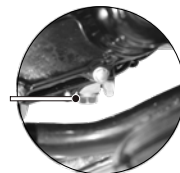

Imagen 18. Tornillo de drenado.
5. Quitar el tapón de drenado, ubicado debajo del motor, girándolo en el sentido contrario a las manecillas del reloj. Ver imagen 18.